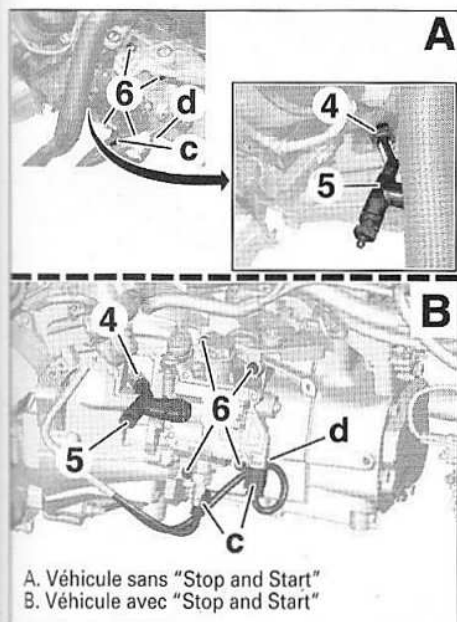

FIG.15
- Dégraffer la canalisation hydraulique (2) en (b).
- Obturer la canalisation hydraulique (2).
- Débrancher le connecteur en (c) (Fig.15).